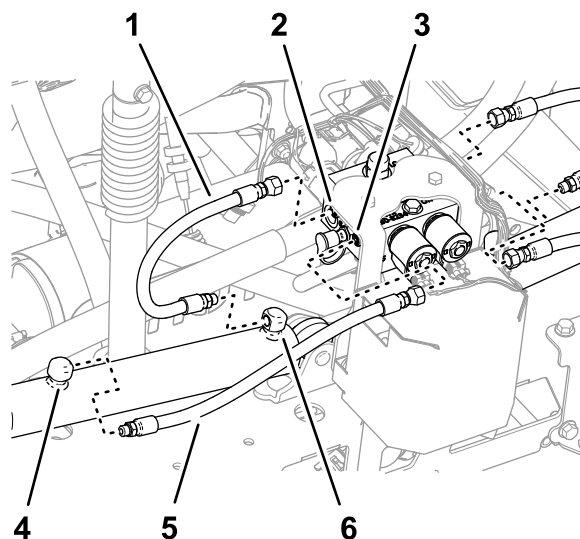

Figure 39
1. Débranchez les flexibles des orifices de déploiement des vérins de levage gauche et droit (Figure 39).
2. Débranchez les flexibles des orifices C2 et C4 du collecteur de vérin de levage (Figure 39).
3. Débranchez les flexibles des orifices de rétraction des vérins de levage gauche et droit (Figure 39).
4. Débranchez les flexibles des orifices C1 et C3 du collecteur de vérin de levage (Figure 39).